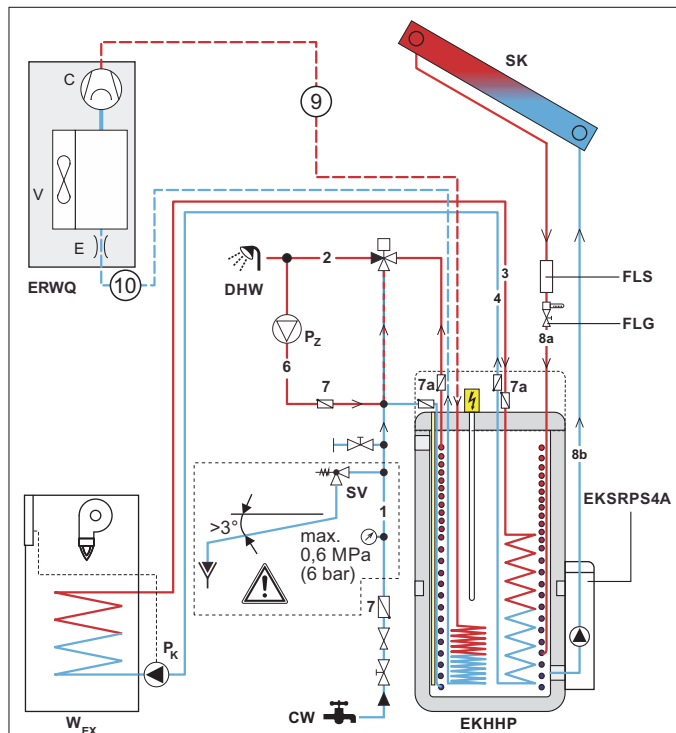

Fig. 3-5 Collegamento idraulico - Per la legenda vedere tab. 3-2 (esempio EKHHP500A*2V3 con $p=0$ solare e generatore termico esterno opzionale)
- 4 Realizzare gli attacchi idraulici sulla DAIKIN EKHP (vedere fig. 3-5).
Tab. 3-2 Legenda per fig. 3-5
- Eseguire l'allacciamento idraulico del sistema secondo fig. 3-5.